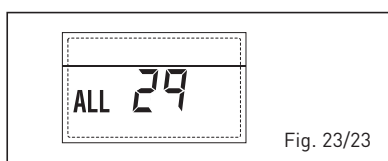

Fig. 23/23
**- ANOMALÍA Sonda RETORNO CALEFACCIÓN "ALL 30" (fig. 23/24)**